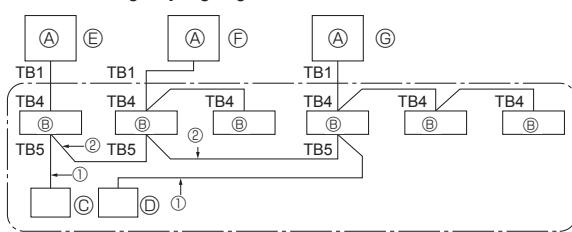

Fig. 9-1
9. Управление системой (Fig. 9-1)
- (A) Наружный прибор
- (B) Внутренний прибор
- (C) Главный пульт дистанционного управления
- (D) Подчиненный пульт дистанционного управления
- (E) Стандарт 1:1 (Адрес хладагента = 00)
- (F) Одновременный двойник (Адрес хладагента = 01)
- (G) Одновременный тройник (Адрес хладагента = 02)
① Электропроводка от пульта дистанционного управления